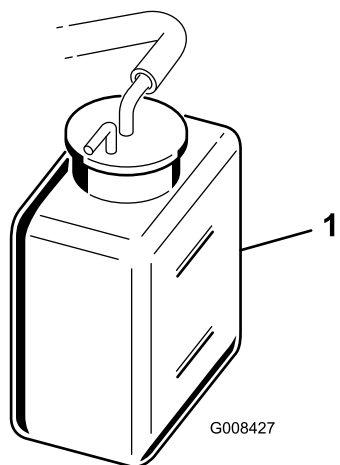

Figura 28
2. Verifique o nível do líquido de arrefecimento (Figura 28). Deve estar entre as linhas no depósito de expansão, com o motor frio.